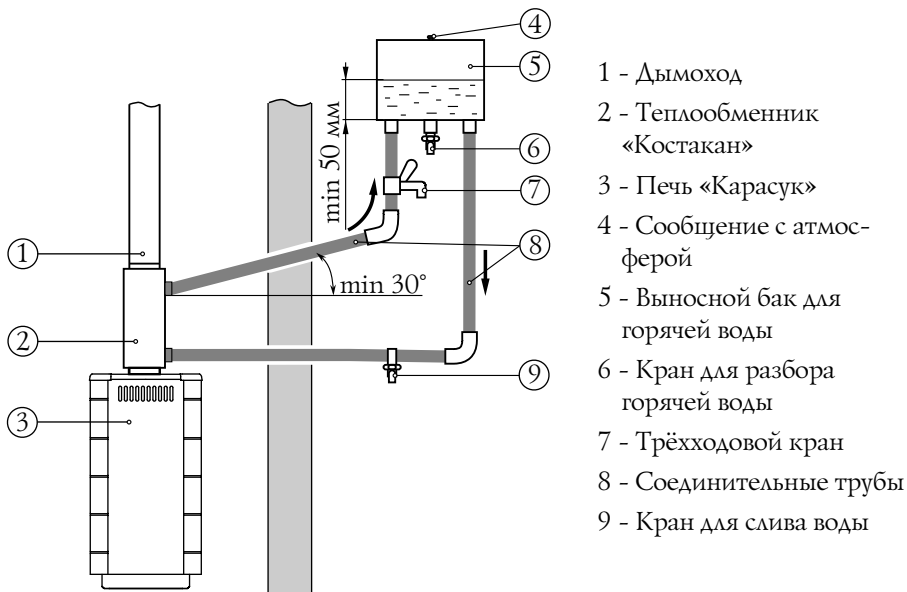

Рисунок 7. Схема монтажа системы водонагрева с использованием теплообменника «самоварного» типа
При необходимости получения горячей воды за более короткий срок, допускается производить разбор воды до ее попадания в бак. Для этого необходимо присоединить трехходовой кран (7) к трубе горячей линии, между верхним штуцером теплообменника и выносным баком в удобном для вас месте (рисунок 7).